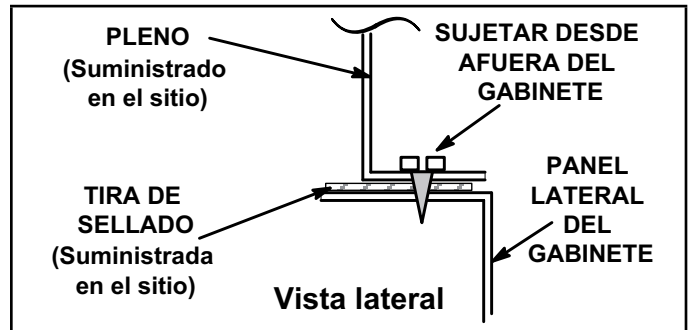

FIGURA 17
- 1 - El borde inferior del pleno debe bridarse con un borde dobladillo (ver la Figura 17 o 18).